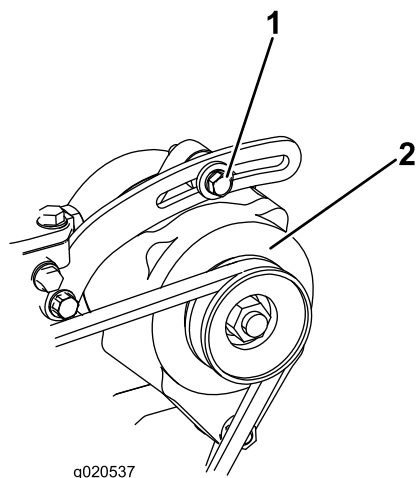

Figura 146
3. Verificați tensiunea curelei alternatorului apăsând (Figura 146) la mijlocul distanței între alternator și fuliile arborelui cotit cu o forță de 10 kg.
4. Slăbiți urubul care fixează alternatorul pe suport și urubul de pivotare a alternatorului. (Figura 146)